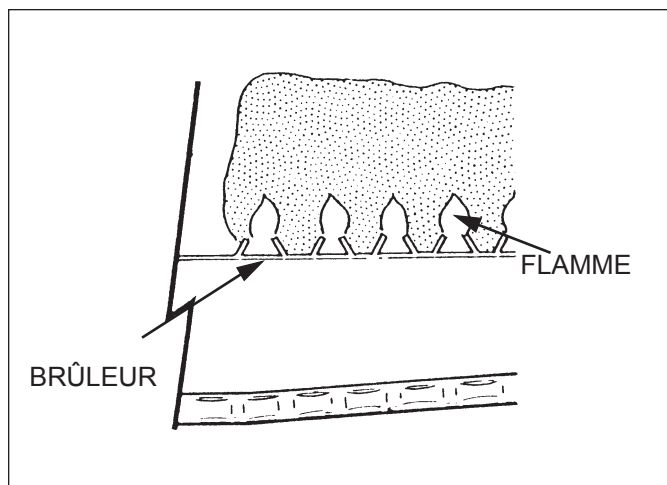

Figure 26. Flamme du brûleur principal
- b. 25 mm à 102 mm (1 à 4 po) au-dessus de la surface du brûleur. Voir Figure 26.